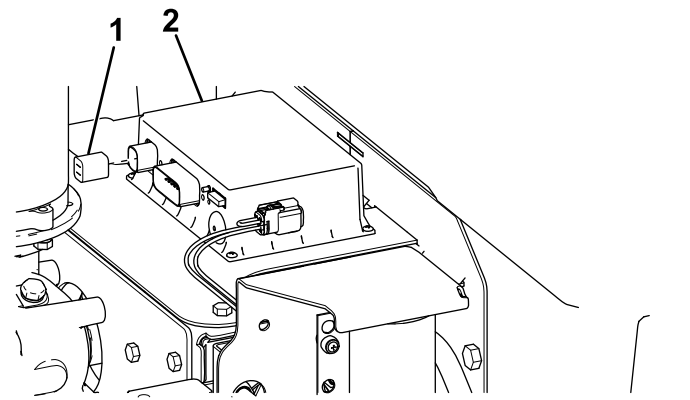

Figure 21
12. Localisez et enlevez le capuchon sur le module de commande (Figure 21).
14. Branchez le connecteur de la pompe et le faisceau du capot au module de commande (Figure 21).